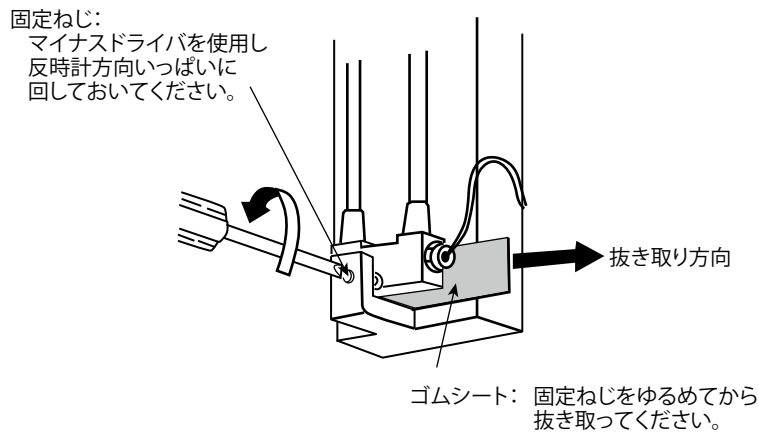

図3.7 輸送対策用ゴムシートの取りはずし方
- (d) ゴムシートを取りはずしてください。振動子部分に力が加わらないようにして抜き取ります（図 3.7 参照）。